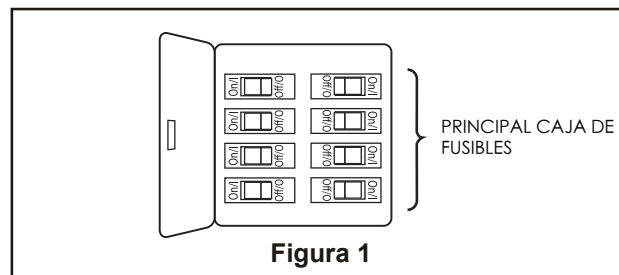

Figura 1
1. Retire uno de los tres tornillos preensamblados al interior del ensamble del adaptador en la parte inferior del ensamble del motor. Afloje ligeramente los dos tornillos restantes. Coloque el ensamble de la placa del colocador de iluminación en el ensamble de la placa del motor usando los dos chaveteros del ensamble de la placa del colocador de iluminación. Vuelva a colocar el tercer tornillo y apriete los tres tornillos. (Figura 1)
1. Restaure la fuente de alimentación de la toma de corriente enciendo la electricidad del fusible principal. (Figura 1)